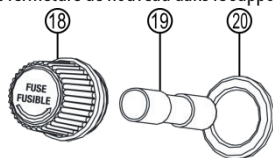

Figure 9 : Fusible 230 V dans le compartiment de rangement
Ouvrez le couvercle du compartiment de rangement au dos de l'appareil. Retirez les câbles de raccordement et le tuyau pneumatique. Voir également fig. 3 dans la vue d'ensemble. Dévissez le capuchon de fermeture (pos. 18 dans la fig. 9). Retirez le fusible (pos. 19 dans la fig. 9) de son support (pos. 20 dans la fig. 9). Remplacez-le par un fusible neuf de même intensité. Vissez le capot de fermeture de nouveau dans le support.